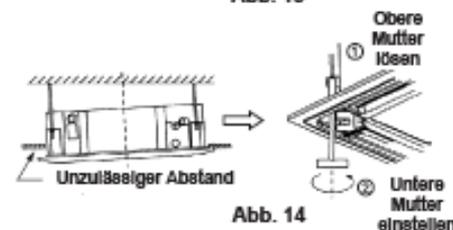
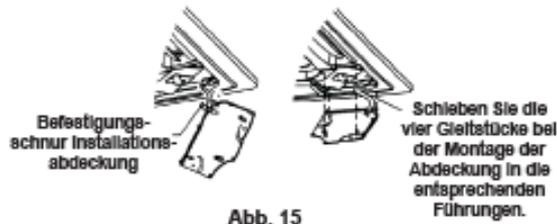

Abb. 14
Abb. 15
- Wenn nach dem Anziehen der Schrauben immer noch ein Abstand zwischen Frontplatte und Decke besteht, muss die Höhe des Innenteils noch einmal modifiziert werden. (Siehe Abb. 14 links)
- Sie können die Höhe des Innenteils mit Hilfe der Öffnungen an den vier Ecken der Frontplatte verändern, sofern dadurch die Funktion des Innenteils und des Kondensatrohrs nicht beeinträchtigt wird. (Siehe Abb. 14 rechts)
(4) Hängen Sie das Ansauggitter in den Gitterrahmen ein, schließen Sie den Motor und die Steuerung an das Gehäuse an.
(5) Bringen Sie das Ansauggitter wieder in Position, indem Sie die oben genannten Schritte in umgekehrter Reihenfolge ausführen.
(6) Bringen Sie die Installationsabdeckungen wieder in Position.
- Befestigen Sie die Befestigungsschnur der Installationsabdeckungen wieder an den Schrauben. (Siehe Abb. 15 links)
- Drücken Sie die Installationsabdeckungen vorsichtig in das Gitter. (Siehe Abb. 15 rechts)